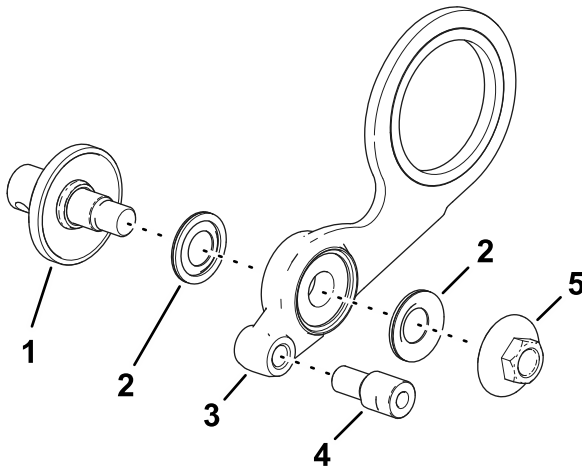
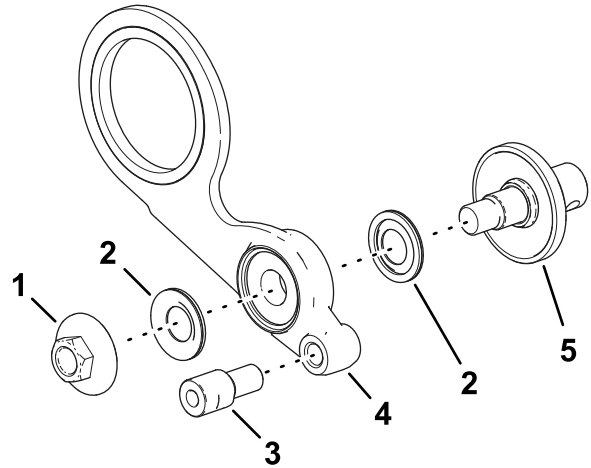

Figura 15
Figura 16
1. Monte el conjunto de mangueta, las 2 protecciones de cojinete y la tuerca con arandela prensada en el conjunto tensor, como se muestra en la Figura 15.
2. Monte el collar de ajuste en el orificio roscado del conjunto tensor (Figura 15 o Figura 16).
Nota: Monte la mangueta y la tuerca con arandela prensada (Figura 16) en el lado